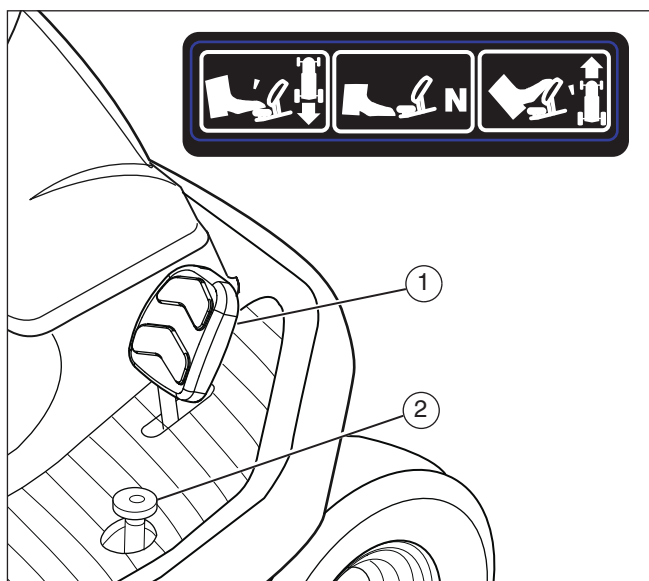

Figura 14
4. Presione lentamente el acelerador (1) para permitir el avance (consulte la **Figura 14**).
2. Retire el pie del acelerador (1) (consulte la **Figura 14**).
3. Presione lentamente el acelerador de reversa (2) para conducir en reversa.
1. Retire lentamente el pie del acelerador (1) o del acelerador de reversa (2) (consulte la **Figura 14**). El acelerador o el acelerador de reversa volverá automáticamente a la posición NEUTRO.
3. Suelte el acelerador hasta la posición NEUTRO (consulte la Figura 14).
4. Para avanzar más rápido, mueva el acelerador a una velocidad mayor (consulte la **Figura 14**).
5. Mueva el acelerador hasta el ajuste de velocidad que desee (consulte la **Figura 14**).